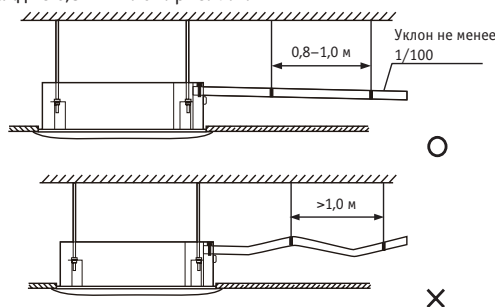

Рис. 7.1
4. Чтобы предотвратить обратный поток воды внутрь кондиционера при остановке работы, дренажная труба должна иметь уклон вниз наружу (в сторону слива) более $1/100$. Проверьте, чтобы дренажная труба не набухала и не накапливала воду; в противном случае это вызовет странные звуки во время работы. См. рис. 7.1
5. При подсоединении дренажного трубопровода не тяните за трубы с силой, чтобы не ослабить соединения труб всасывания воды. Вместе с тем, чтобы предотвратить изгиб дренажного трубопровода, установите опорные точки через каждые 0,8—1 м. См. рис. 7.1.